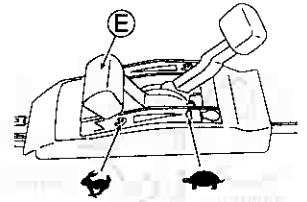

Fig. 13.
- Vérifiez qu'il n'y a personne derrière vous lorsque vous tirez sur la poignée du lanceur (V).
- Attrapez fermement la poignée du lanceur (V) lorsque vous le tirez.
- Remettez doucement la poignée du lanceur (V) dans sa position initiale.
5 Faites chauffer la machine avant de l'utiliser. Une fois que le moteur est chaud, commencez à tondre en plaçant la Manette des gaz (E) sur la position "N". (Voir Fig. 13.)